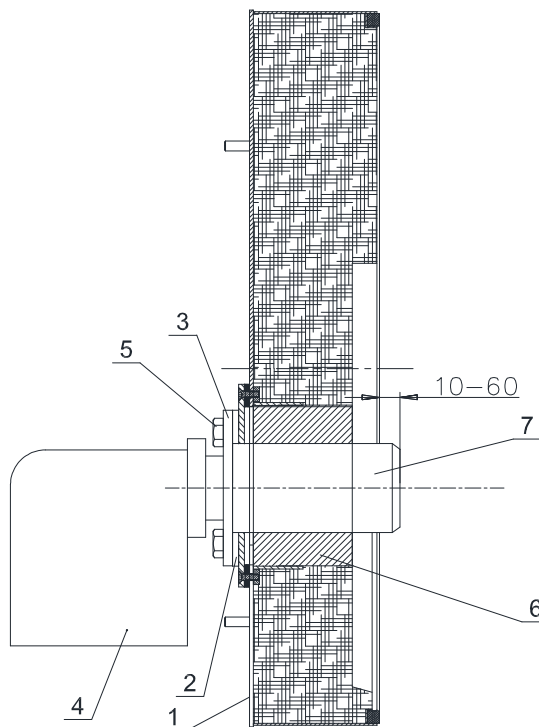

Рисунок 6 – Установка горелки
*При установке горелки следует обеспечить герметичность соединения. Кольцевой зазор между горелкой и вставкой жаровой трубы необходимо уплотнить жаростойкой минеральной ватой (базальтовым волокном), см. рисунок 6.*